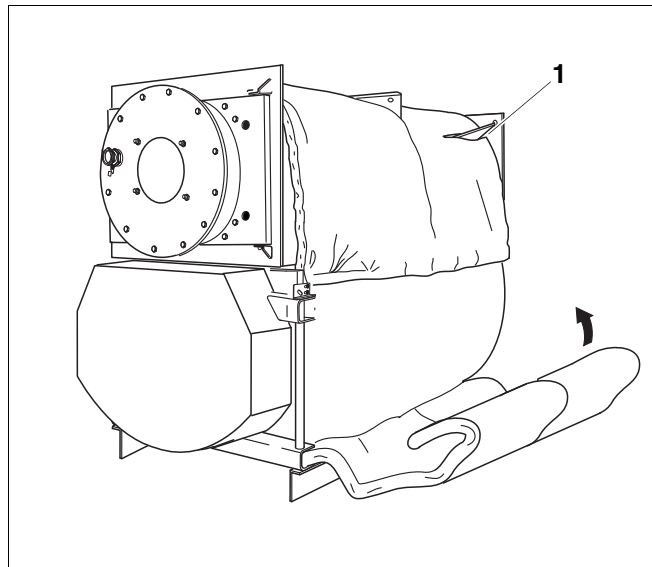

Рис.13 Теплоизоляция
- ▶ Следите за расположением вырезов для предохранительного устройства контроля количества воды и косынок жесткости (рис. 13, [4] + [5], стр. 23)!
- ▶ Протяните теплоизоляцию под котлом рис. 13.